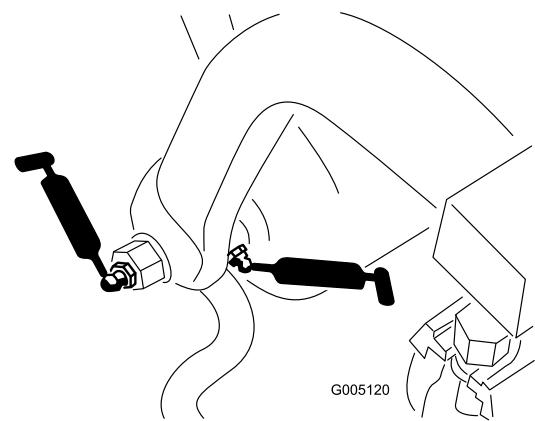

図 38
- ・ プルフレームのシャフトとローラ：12 か所（図 38）